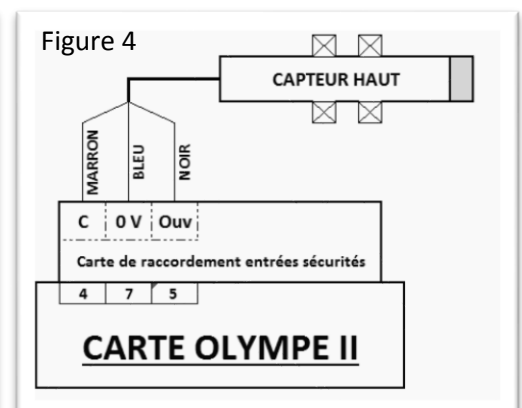

Figure 4
- Raccordez le capteur suivant le schéma joint (Figure 4).